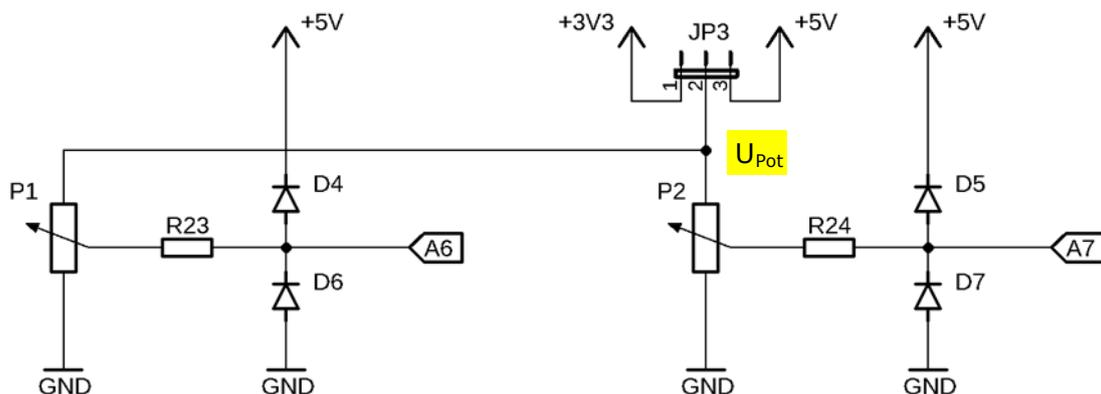

Abbildung 6: Die Beschaltung der Potenziometer P1 und P2
Mit den Drehachsen der beiden Potenziometer P1 und P2 am unteren Rand von Abbildung 1 (Pfeil (8) und Pfeil (10) in Abbildung 1) kann man an ihren Schleiferanschlüssen Spannungen im Bereich 0 ... U_{Pot} einstellen. Die Beschaltung der beiden Potenziometer kann Abbildung 6 entnommen werden.